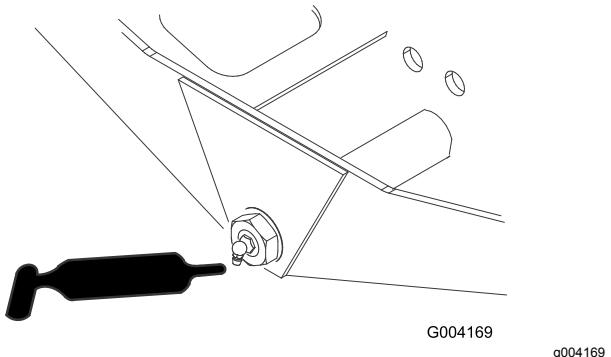

Figure 81
- Pivot de direction d'essieu (1) (Figure 81)